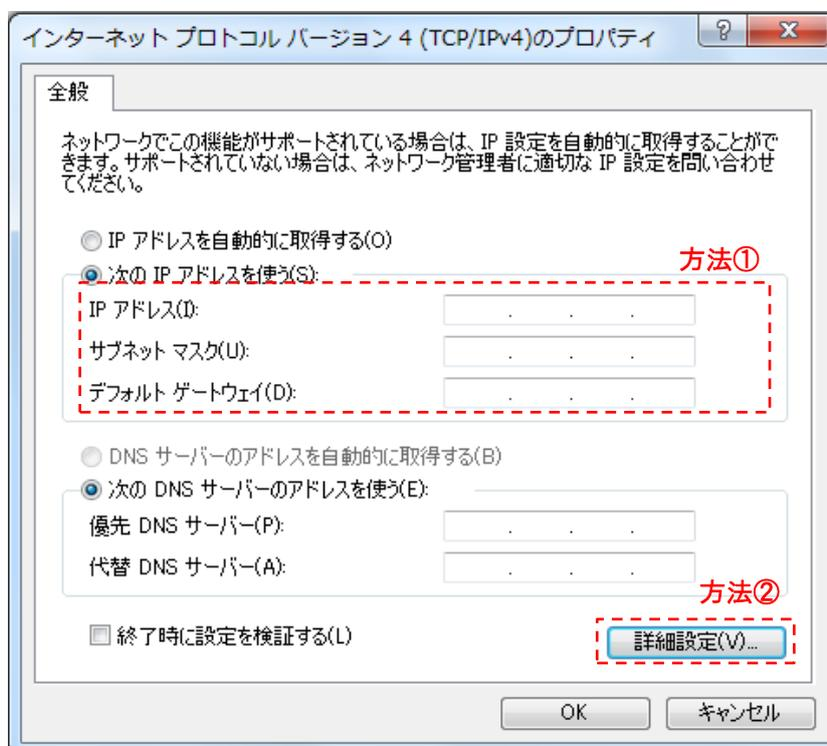

図 3-6 インターネットプロトコルバージョン 4(TCP/IPv4)のプロパティ画面
手順④：インターネットプロトコルバージョン 4(TCP/IPv4)のプロパティ画面より、TCP/IP の設定が行えます。このとき、TCP/IP の設定方法として①と②の 2 通りの方法があります。(図 3-6)